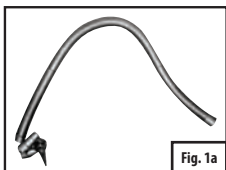

Fig. 1a - Lavtrykkslange og -adaptere
- Pumpen har 2 slanger, med forskjellige ventiladapters. Gjør deg kjent med disse ventiladapterene før du bruker pumpen (se fig. 1a, 1b og 2a, 2b under).
2. Velg riktig slange/adapter for opplåsningsventilen på produktet (se fig. 1a, 1b, 2a og 2b).